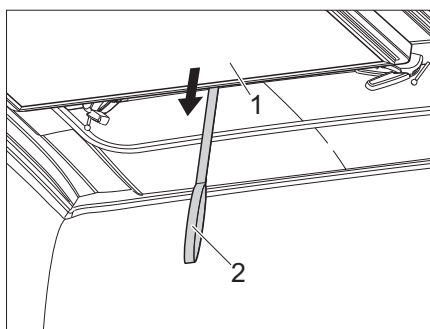

Fig. 7 Abbassamento della cuccetta
- Abbassare la cuccetta (Fig. 7,1) afferrando la cinghia (Fig. 7,2).
- ▷ Prima di chiudere il tetto sollevabile, abbassare la cuccetta (Fig. 7,1). **Non** abbassare contemporaneamente la cuccetta e il tetto sollevabile.